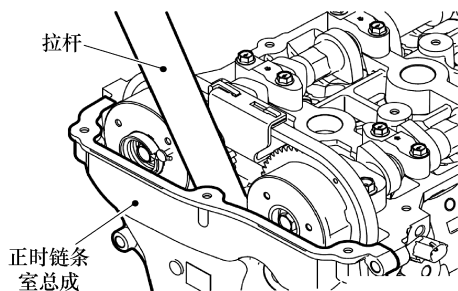

图 4-79 拆卸正时链室总成
2) 如果密封剂不易剥落, 则将木锤柄插入正时链条室总成内侧, 稍稍撬动, 然后从气缸盖和气缸体上拆下正时链条室总成, 如图4-79所示。